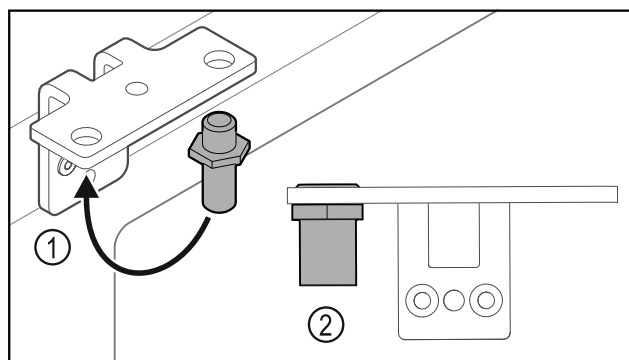

Fig. 37
- Perkelkite kaištį Fig. 37 (1) šarnyriniame kampuočiuje.
- Priveržkite kaištį Fig. 37 (2) **12 Nm** sukimo momentu.